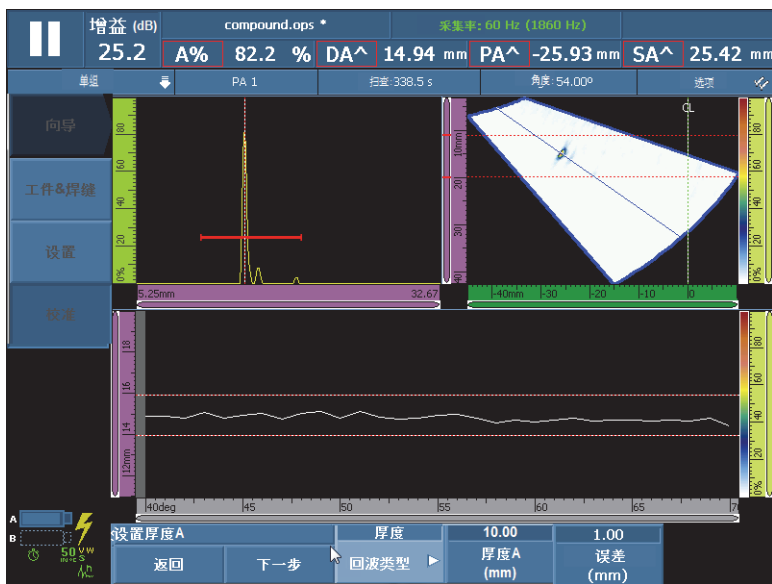

图 5-11 建立第一个角度 /VPA 的包络
- a) 在参考反射体上前后移动探头, 建立包络 (参见第 130 页的图 5-11)。